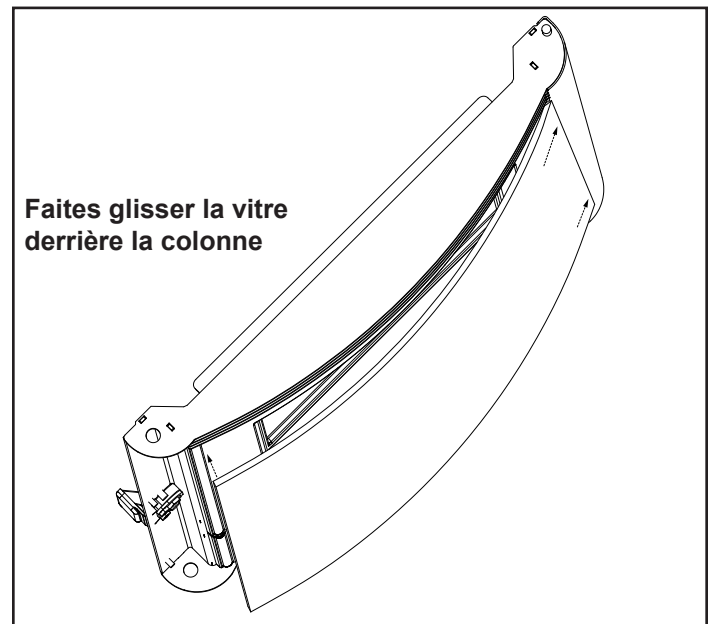
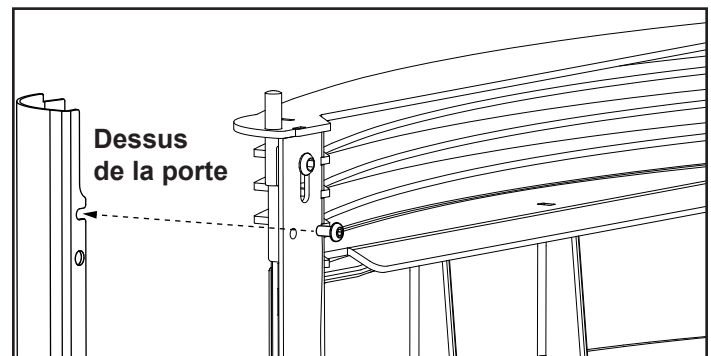

Figure 3
Figure 4
Étape 3 – Installation de la vitre : **Si vous n'installez pas la vitre, passez à l'étape 4.** Installez la colonne de droite, mais ne serrez pas les vis. Avant d'installer la vitre, assurez-vous que l'extrémité marquée « Top (Haut) » se trouve vers le haut. Faites glisser la vitre derrière la colonne de droite et appuyez sur la vitre pour l'aligner avec la porte et la vitre centrale. Figure 3. Installez la colonne de gauche et serrez les (3) vis à tête bombée de 10-24 x 3/8 po au-dessus, au centre et au bas de la porte, puis serrez la colonne de droite. Figure 4. **Remarque : Utilisez la clé Allen de 1/8 po fournie avec le poêle.**
Étape 4 – Installer les colonnes sans vitre : La porte doit être légèrement ouverte. Insérez la colonne droite à partir du côté. Tout en tenant la colonne contre la porte, ouvrez la porte et installez (3) vis à tête bombée de 10-24 x 3/8 po au-dessus, au centre et au bas de la porte. Figure 4. Répétez l'étape pour l'autre côté. **Remarque : Utilisez la clé Allen de 1/8 po fournie avec le poêle.**